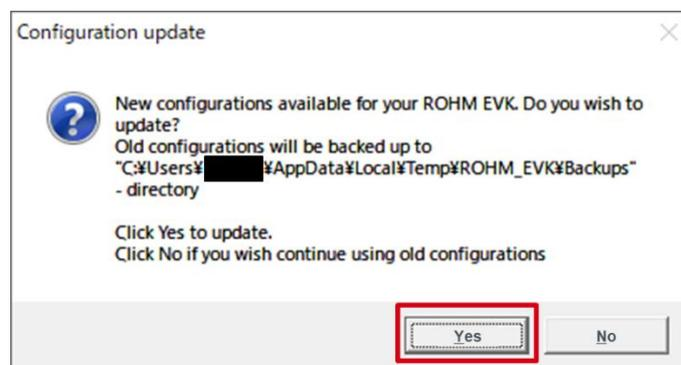

Figure 25. 構成更新ポップアップ ウィンドウ
- ◆ 「Configuration update」のポップアップウィンドウが表示されている場合は、[はい] をクリックしてサーバーから最新の構成をダウンロードします。(Figure 25)